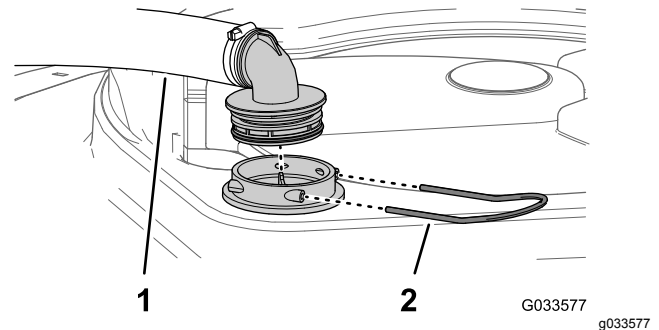

Figure 97
2. Au sommet de la cuve du pulvérisateur, retirez l'étrier de fixation qui fixe le raccord de flexible sur le grand flexible du logement du filtre (Figure 97).
3. Retirez le flexible et le raccord du logement du filtre (Figure 97).